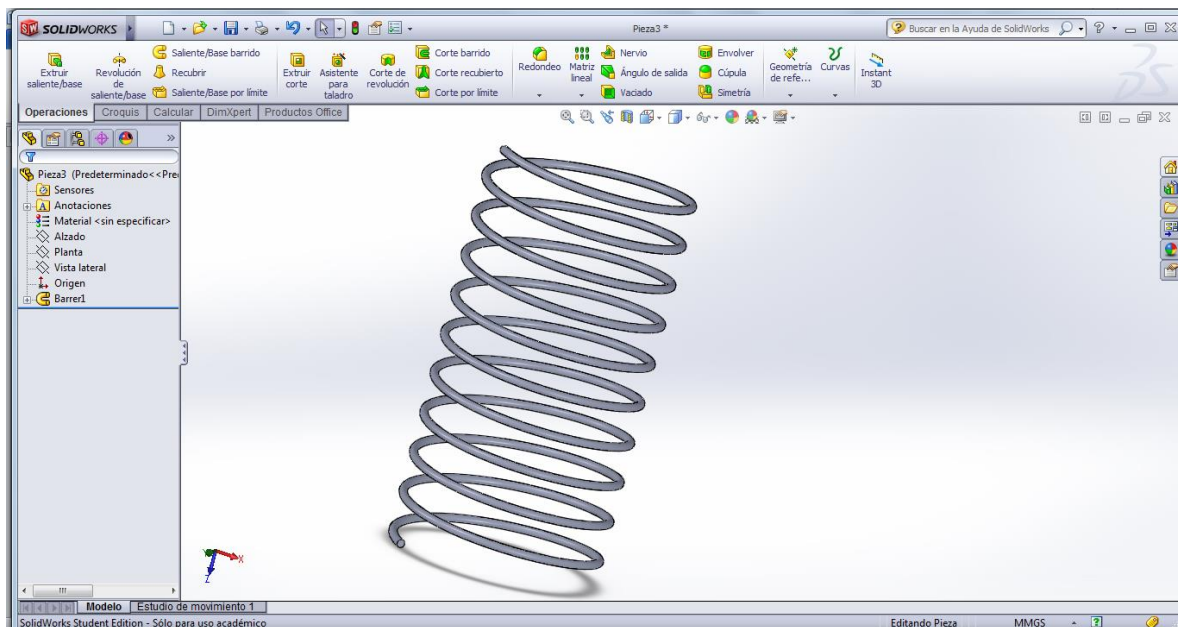

Figura 25. Resorte creado a partir de la operación "saliente/base barrido".
- g) Al hacer click en el “check”, se completa la operación y se obtiene el resorte, como se observa en la Figura 25.